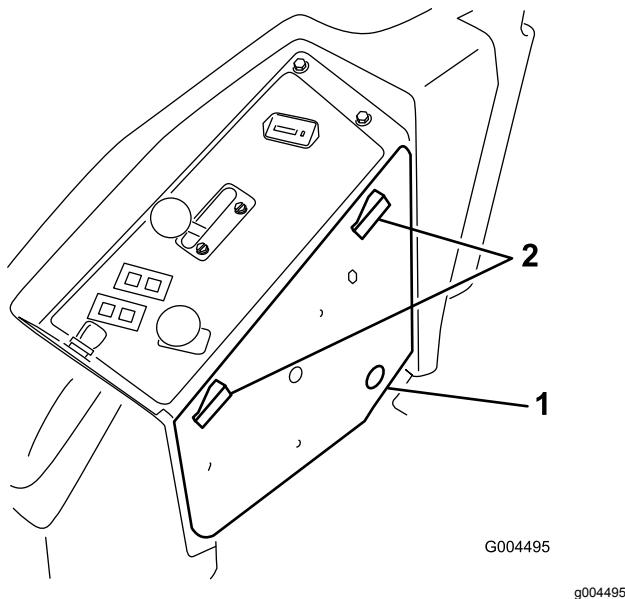

Figura 5
1. Sbloccate il pannello laterale del quadro di comando (Figura 5) e mettetelo da parte.